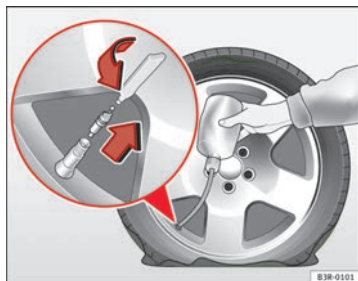

Fig. 202 Efectuar la reparación
- Retire la caperuza de la válvula del neumático y desenrosque el obús de la válvula con el útil que se suministra ⇒ fig. 202.